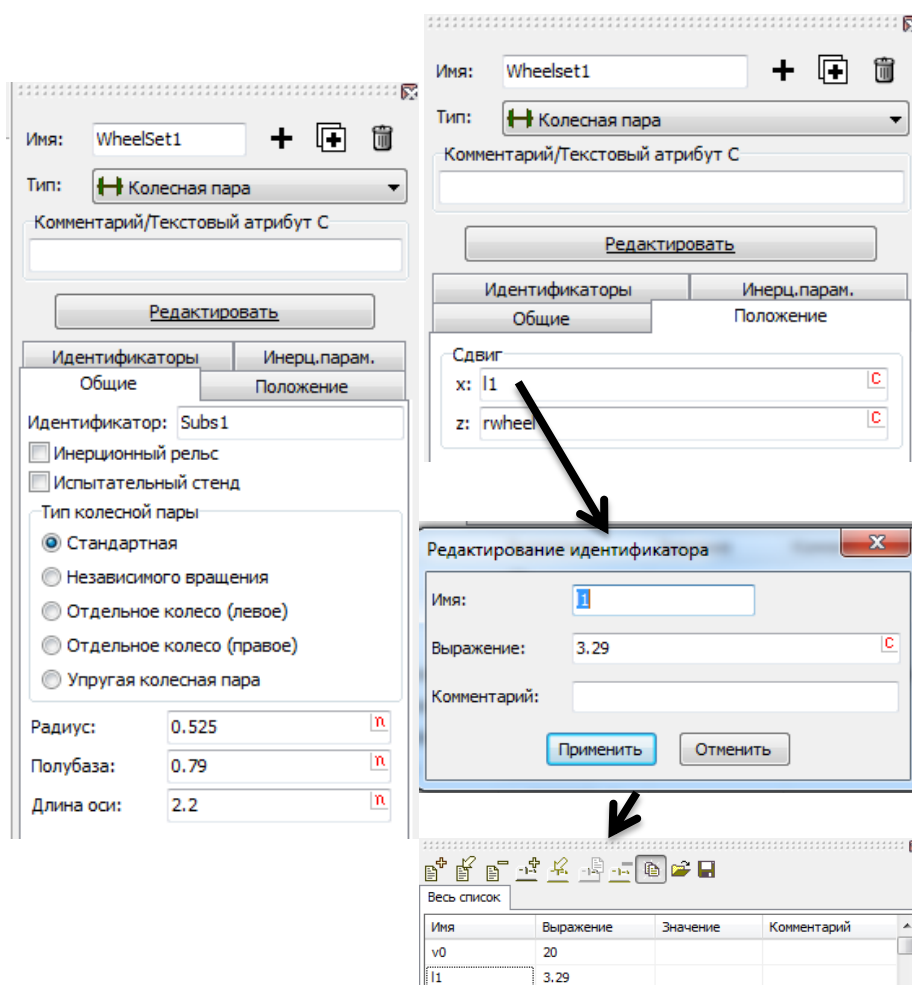

Рис. 2.6. Изменение параметров колесной пары
При необходимости здесь вы можете изменить также полубазу колёсной пары и радиус круга катания (рис. 2.6, слева).
2. Задайте положение колёсной пары относительно экипажа. Перейдите на вкладку **Положение**, в поле **Сдвиг | x** введите **L1** (рис. 2.6, справа). Таким образом, идентификатор **L1** задает сдвиг колёсной пары в продольном направлении. Нажмите клавишу **Enter** и введите численное значение идентификатора **L1=3.29** м, и идентификатор появится в списке идентификаторов сразу после стандартного идентификатора **v0** (скорость экипажа). Вы можете в любой момент модифицировать значения идентификаторов в списке.
3. На этом этапе пользователь может выбрать положение начала отсчёта инерциальной системы координат (СК0): на уровне головки рельса (рекомендуется) или на уровне осей колёсных пар (устаревшее). В этом уроке выберем рекомендуемое положение начала отсчёта инерциальной системы координат на уровне головки рельса. Для этого колёсную пару следует сдвинуть вверх на величину радиуса круга катания. В поле **Сдвиг | z** введите идентификатор **rwheel** далее назначьте ему значение **0.525**, рис. 2.6, справа сверху.